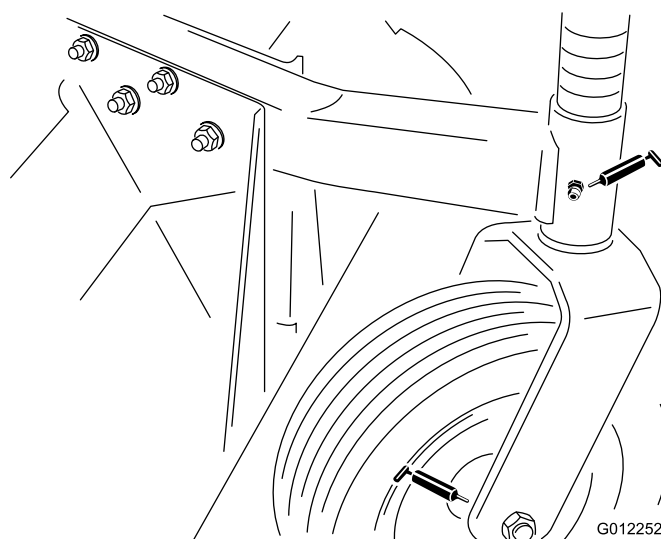
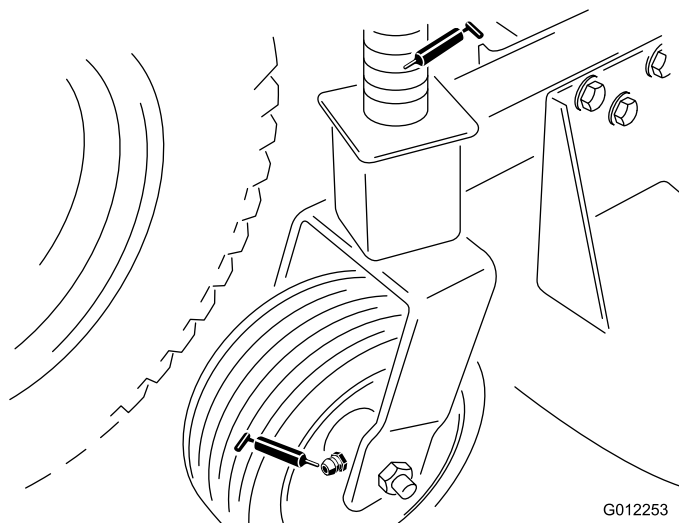

図 15
図 16
- ・ 前キャストのスピンドルブッシュ（図 15）
- ・ キャスタホイールのベアリング（図 15と図 16）
フトにリチウム系汎用2号グリスまたはモリブデンベースのグリスを塗ってください（図 16）。